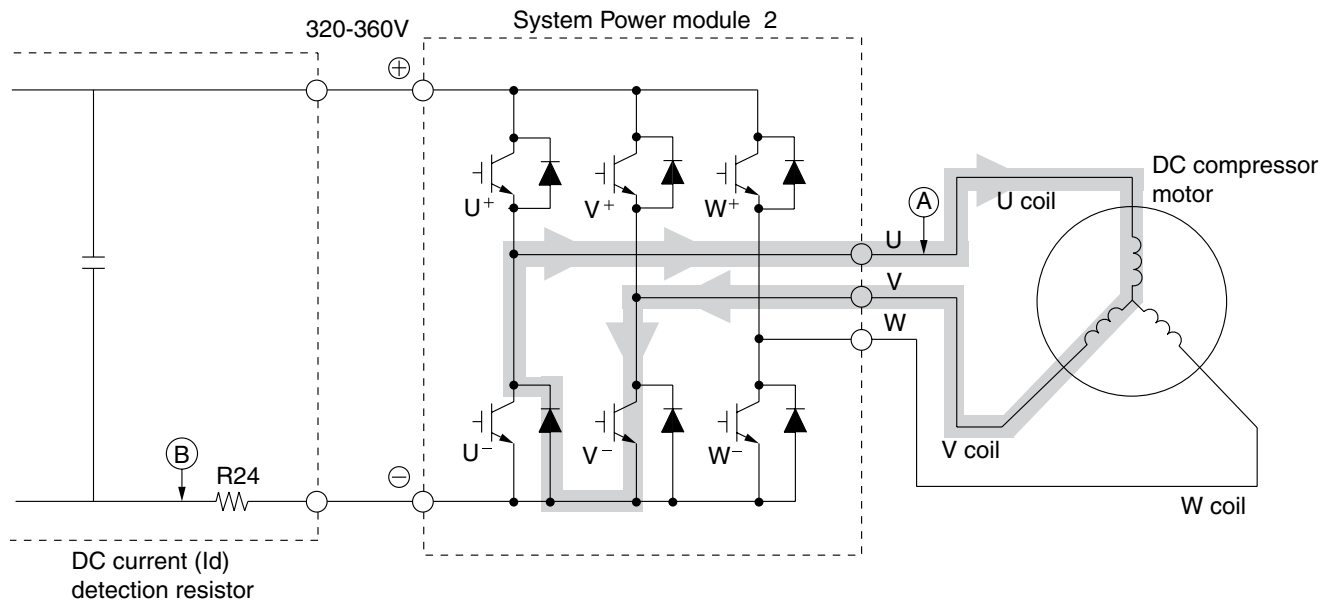

Fig. 3-4 Power module circuit (U⁺ is ON, V⁻ is ON)
(2) Quand le transistor U⁺ est OFF: (par induction de la bobine de moteur) Bobine U→ Bobine V→ Transistor V⁻→ Diode de retour→ Point ① (Fig. 3-4)